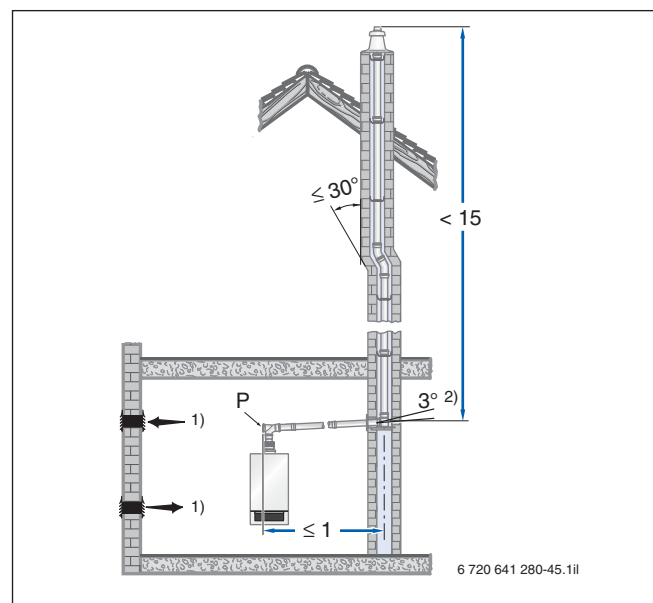
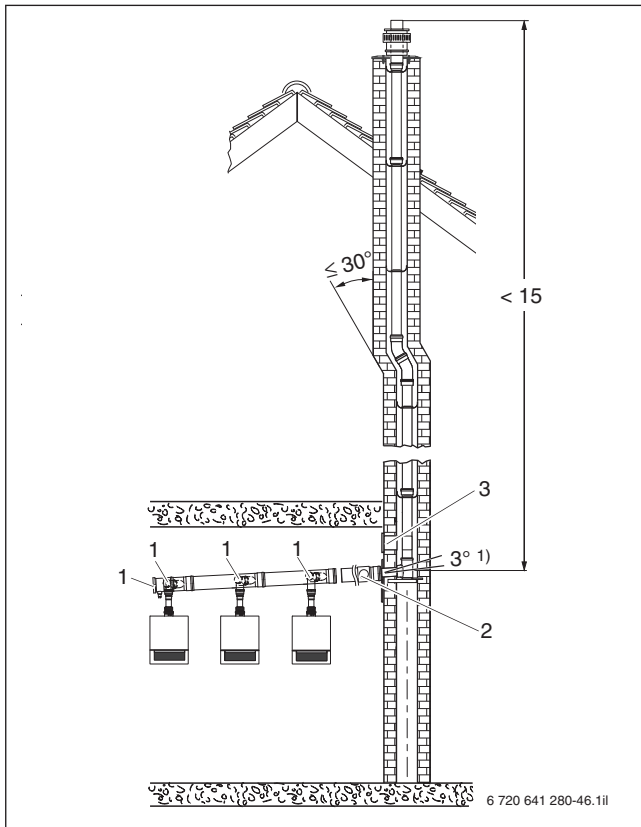

Bild 117 Beispiel zur Anordnung der Prüföffnung (P) bei einer waagerechten Abgasleitung ohne Umlenkung im Aufstellraum (Maße in m)
Bild 118 Beispiel zur Anordnung der Prüföffnung bei einer Kaskade (Maße in m)
Gemäß DIN 18160-1 und DIN 18160-5 müssen Abgasanlagen für raumluftabhängigen Betrieb leicht und sicher zu überprüfen und ggf. zu reinigen sein. Hierzu sind Prüföffnungen einzuplanen (→ Bild 117 und Bild 118).
- An der Stirnseite im geraden, waagerechten Abschnitt der Abgasleitung höchstens 1 m von der Umlenkung in den senkrechten Abschnitt entfernt, sofern sich dazwischen keine Umlenkung befindet (→ Bild 117, Seite 131) **oder**
- Seitlich im waagerechten Abschnitt der Abgasleitung höchstens 30 cm von der Umlenkung in den senkrechten Abschnitt entfernt (→ Bild 118, [4]).
- Die untere Prüföffnung bei DN 160 und DN 200 entsprechend Bild 118, [3] angeordnet ist
- Die untere Prüföffnung nach DIN 18160-1 und 18160-5 ausgeführt ist (→ Bild 117 und Bild 118).